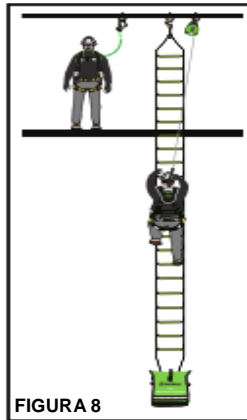

FIGURA 8
5. Una vez desplegada la escala de rescate, el accidentado puede subir por la escala hasta llegar a un lugar seguro (Figura 8).